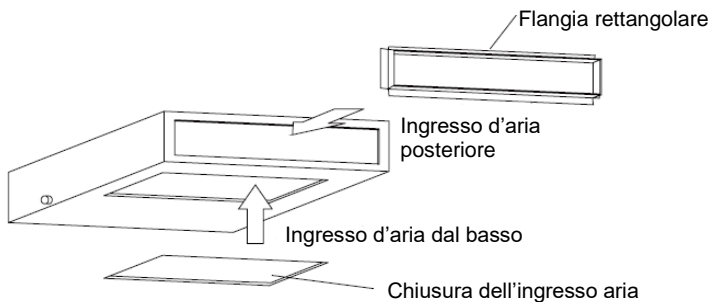

Fig. 11
a. La flangia rettangolare d'ingresso dell'aria è normalmente installata sul lato posteriore dell'unità e l'ingresso dell'aria dal basso è chiuso (vedere fig. 11)